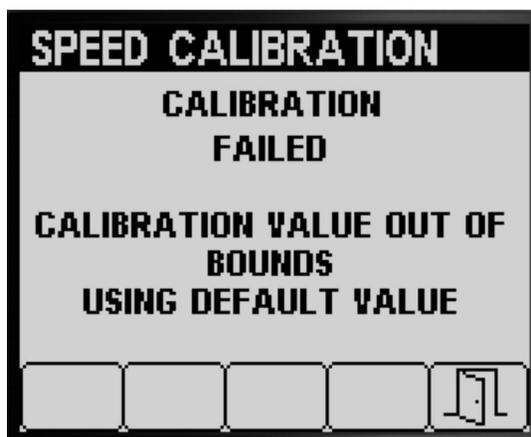

图 69
- 指明速度校准失败的消息将显示 图 69。
注意 如果校准值超出界限 图 69 请联系您的 Toro 授权服务代理商否则请查看错误消息并重复 准备速度校准 \(页码 20\) 和 执行速度校准 \(页码 21\) 中的校准步骤。
- 按 5 号按钮可退出 Speed Calibration 速度校准屏幕 图 68或图 69。